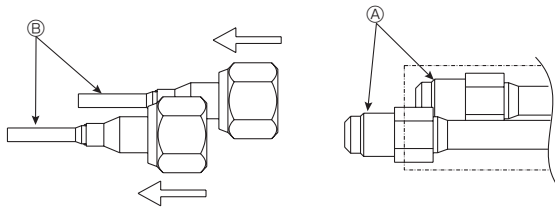
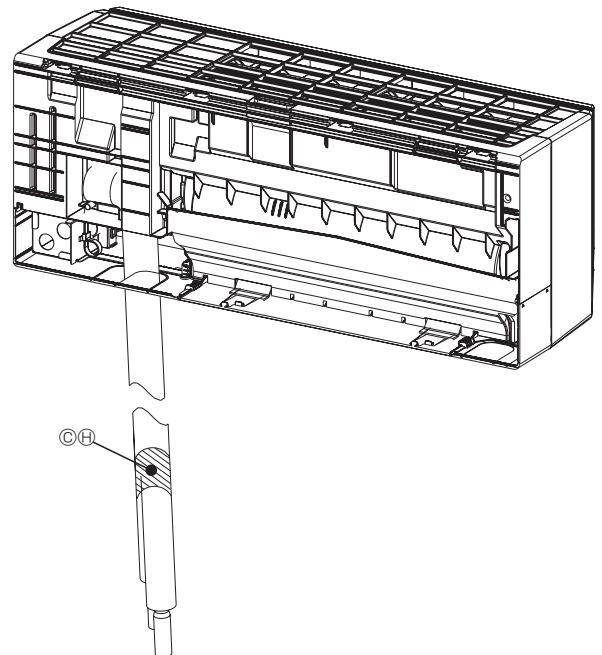

Fig. 3-9
Fig. 3-13
3.3.3. Cómo instalar las tuberías de conexión Ⓔ (para el modelo WL04/06/08) (de la Fig. 3-9 a la Fig. 3-13)
(Entrada y salida de la tubería de agua) (Fig. 3-9)